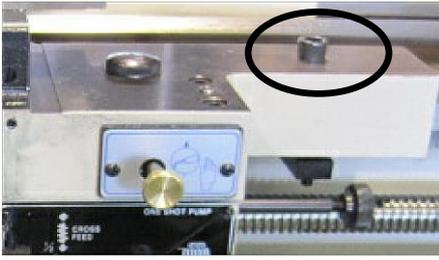

Рис. 19. Фиксатор салазок.
9. Используя 10-миллиметровый шестигранный ключ ослабьте фиксатор салазок (Рис. 19), чтобы салазки свободно скользили.